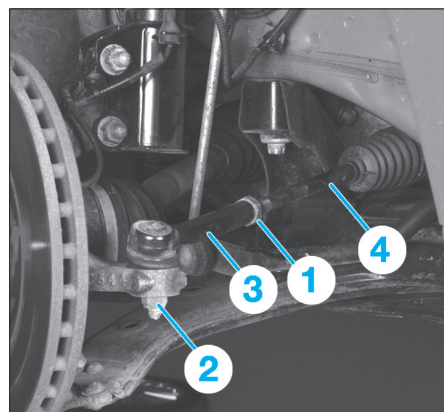

Fig. 15
- Desserrer le contre-écrou (1) (Fig.15).
- l'écrou (2) de la rotule,
- la rotule (3) du pivot à l'aide d'un extracteur.
- Dévisser la rotule de direction (3) de la biellette (4) de crémaillère.